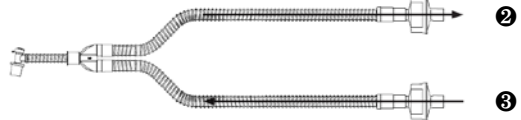

図 3-2 エア・フィルタの接続位置(呼吸回路の機械側)
3. 本品を人工呼吸器の保護を目的に使用する場合は、呼吸回路の機械側にしっかりと接続する(図 3-2 の位置を参照)。